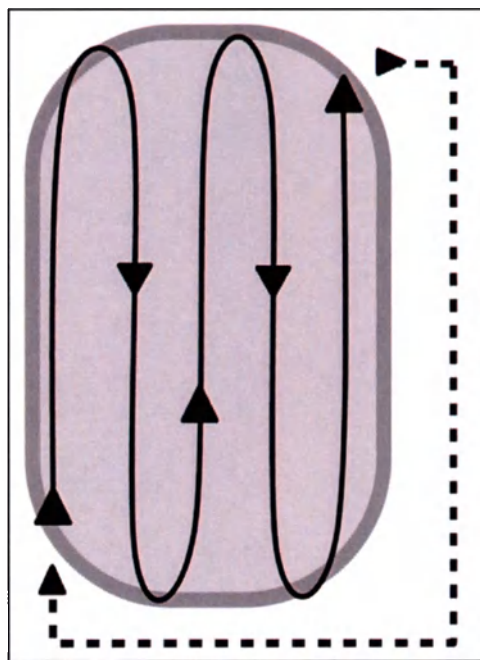

Рис. 35: Вертикальная змейка
- Обрабатывайте всю зону вертикальными движениями **змейкой** (см. Рис. 35) в скользящей манере до тех пор, пока температура поверхности кожи обрабатываемого сектора не поднимется до 43-45°C, или до тех пор, пока пациент не начнёт жаловаться на то, что ему слишком горячо.